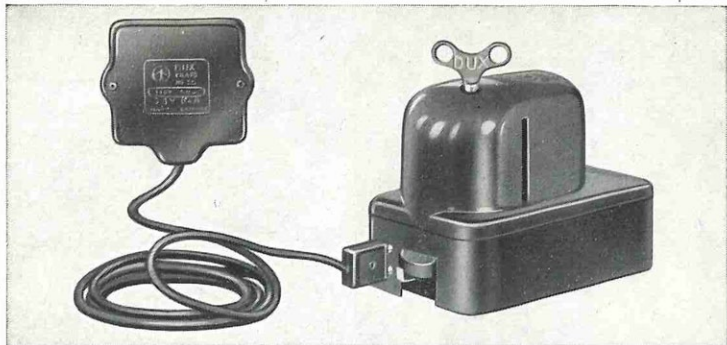

Abb. 2
1. Setze Stromquelle ein gemäß Abb. 2—5.
Als Stromquelle empfehlen wir besonders die sparsamen **DUX-Trafos Nr. 56 und 57**, welche genau auf die Projektionslampen abgestimmt sind. Abb. 2 zeigt die Anwendung des DUX-Trafos 56. Den Trafo selbst stöpselt man in die Wandsteckdose, den kleinen Stecker in die Steckbuchsen an der Rückseite des DUX-Kinos.